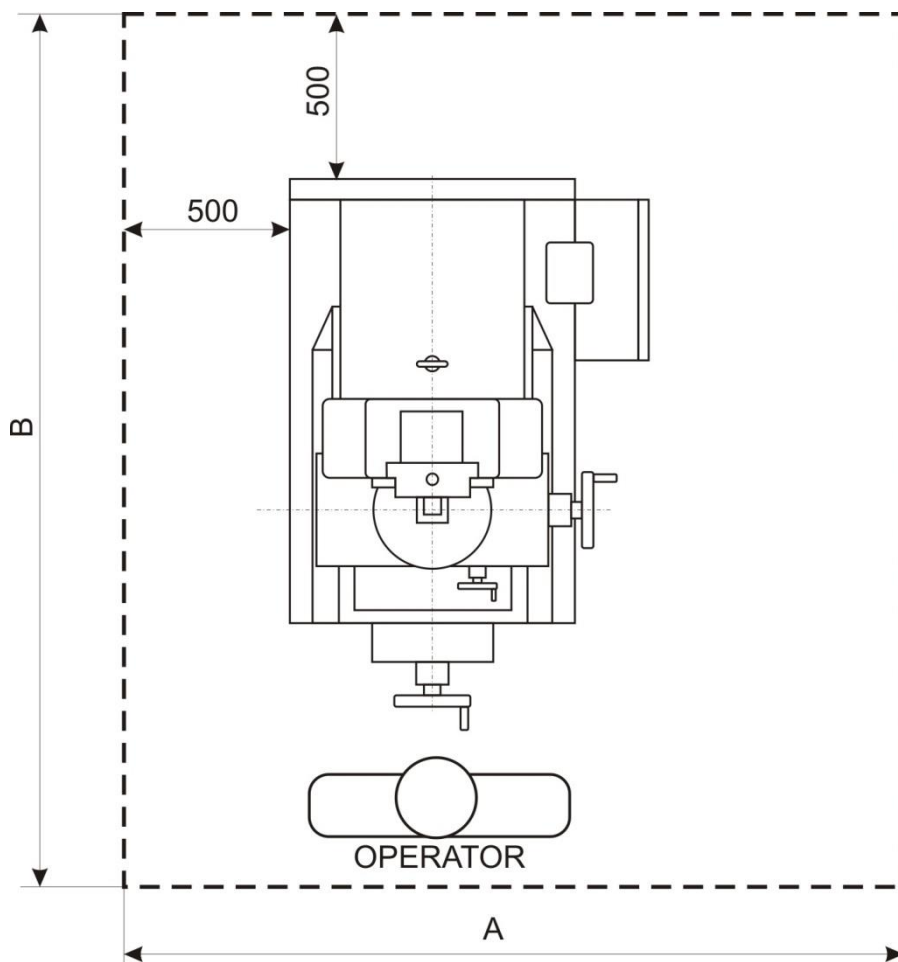

Fig. 1
- Il faut assurer un espace pour le service et pour la réparation qui correspond aux dimensions, indiquées à la fig. 1